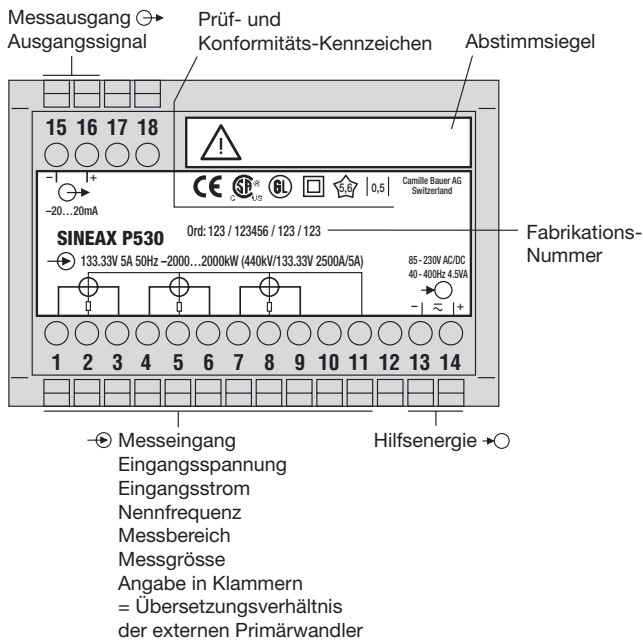

Bild 5. Erklärungen zum Typenschildbeispiel.
... dass die Daten, die zur Lösung der Messaufgabe erforderlich sind, mit denen auf dem Typenschild des SINEAX P530/Q531 übereinstimmen (→ Messeingang, → Messausgang und → Hilfsenergie, siehe Bild 5)!
- Abstimmisiegel (kleines Klebeschild) entfernen (Bild 5).